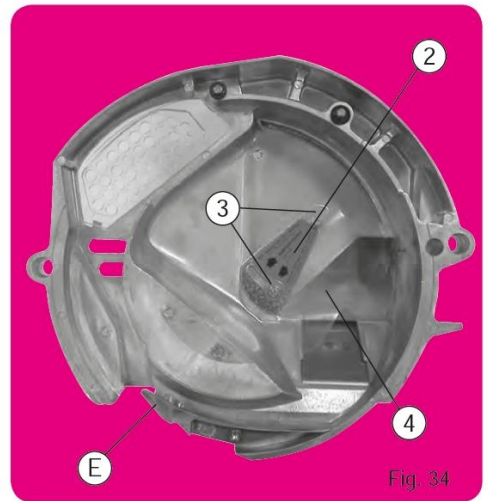

Fig. 34
1. **POZYCJA WYSOKA (fig. 34) DLA GRUBONASIENNYCH**, takich jak kukurydza, fasola, soja, groch, bobik, orzech ziemny, bawełna...